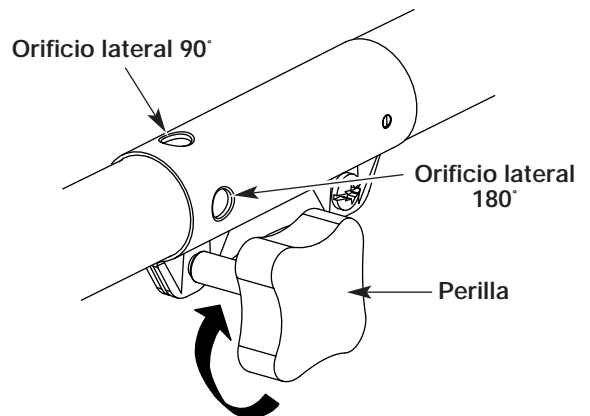

Fig. 16
3. Gire la perilla en sentido horario para ajustarla (Fig. 16).
Para recortar bordes mientras usa el accesorio de corte de cabeza de línea con modelos EZ-Link™, trabe el botón de desconexión en el **orificio lateral de 90°** o en el **orificio lateral de 180°** (Fig. 16).